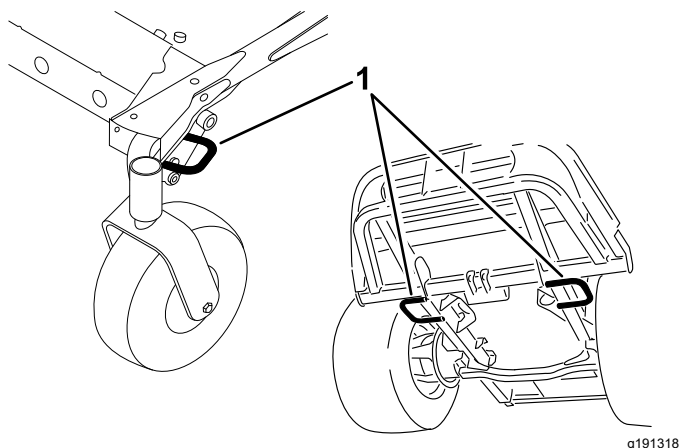

Рисунок 28
5. Используйте скобы для фиксации на машине для надежного крепления машины к прицепу или грузовому автомобилю с помощью стропов, цепей, троса или канатов (Рисунок 28).